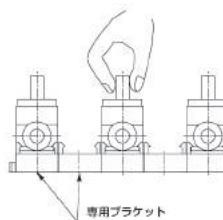

図2 手動操作を優先したマニホールド設置
- 手動操作を優先してマニホールド設置される場合は、ひとつ飛びにバルブを据え付けて下さい。手動操作が行いやすくなります。(※図2)